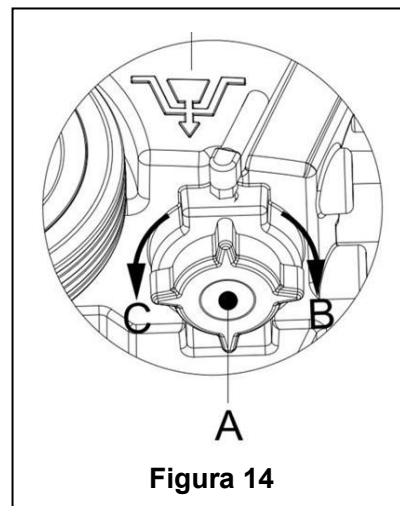

Figura 14
7. Come mostrato nella **Figura 14**, aprire il coperchio del Serbatoio della Soluzione (A) in senso antiorario lungo la direzione C, e svuotare il serbatoio della soluzione completamente. Sciacquare l'interno del serbatoio della soluzione con acqua pulita. Quando l'operazione è completata, stringere bene il coperchio del serbatoio della soluzione (A) in senso orario in direzione B.